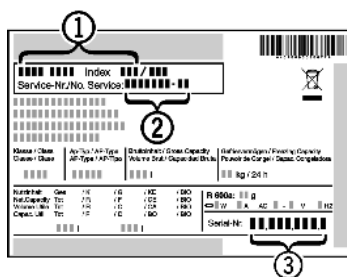

Fig. 42
- ▶ Считать обозначение устройства Fig. 42 (1), сервисный номер Fig. 42 (2) и серийный номер Fig. 42 (3) с заводской таблички. Заводская табличка находится внутри устройства слева.